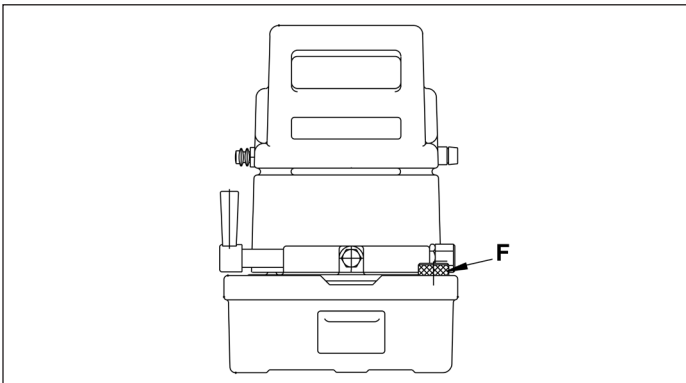

Figure 11
7.2 Vidange de l'huile (Figure 11)